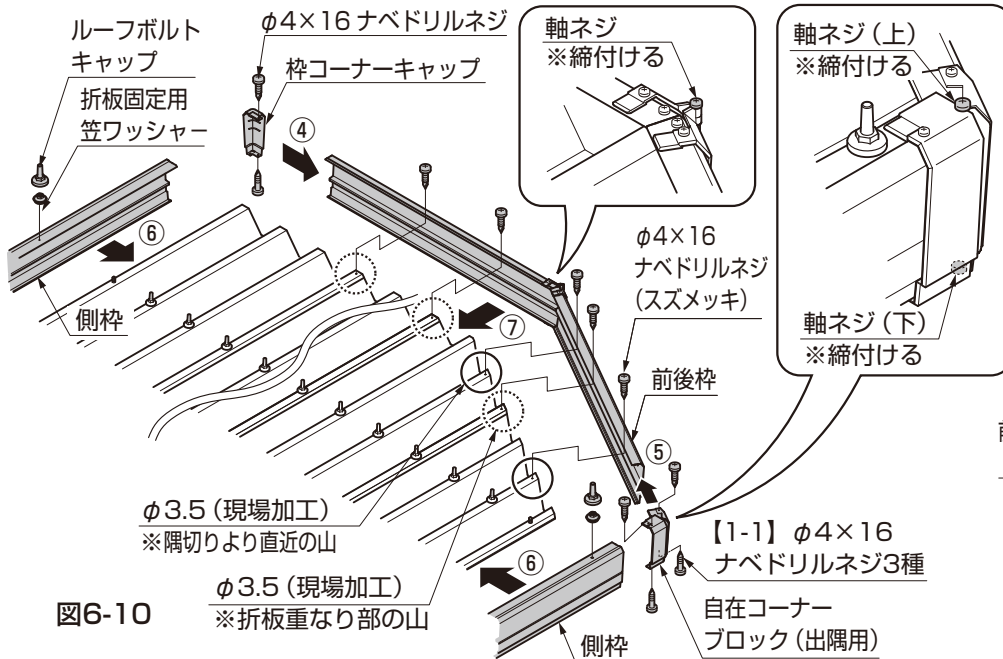

図6-10
- ④本体の枿コーナーキャップを前後枿に本体に同梱の「φ4×16ナベドリルネジ」で取付けてください。(図6-10参照)
- ⑤自在コーナーブロック (出隅用) を前後枿に【1-1】で取付けてください。(図6-10参照)
- ⑥側枿をタイトフレームに「折板固定用笠ワッシャー」、「ルーフボルトキャップ」で折板に取付けてください。(図6-10参照)
- ⑦前後枿を隅切り直近の山および折板の重なり部に本体同梱の「φ4×16ナベドリルネジ (スズメッキ)」で、取付けてください。(図6-10参照)
- ⑧自在コーナーブロック (出隅用) とコーナーブロック (隅切り) の軸ネジ (上・下) を締め付けてください。(図6-10参照)